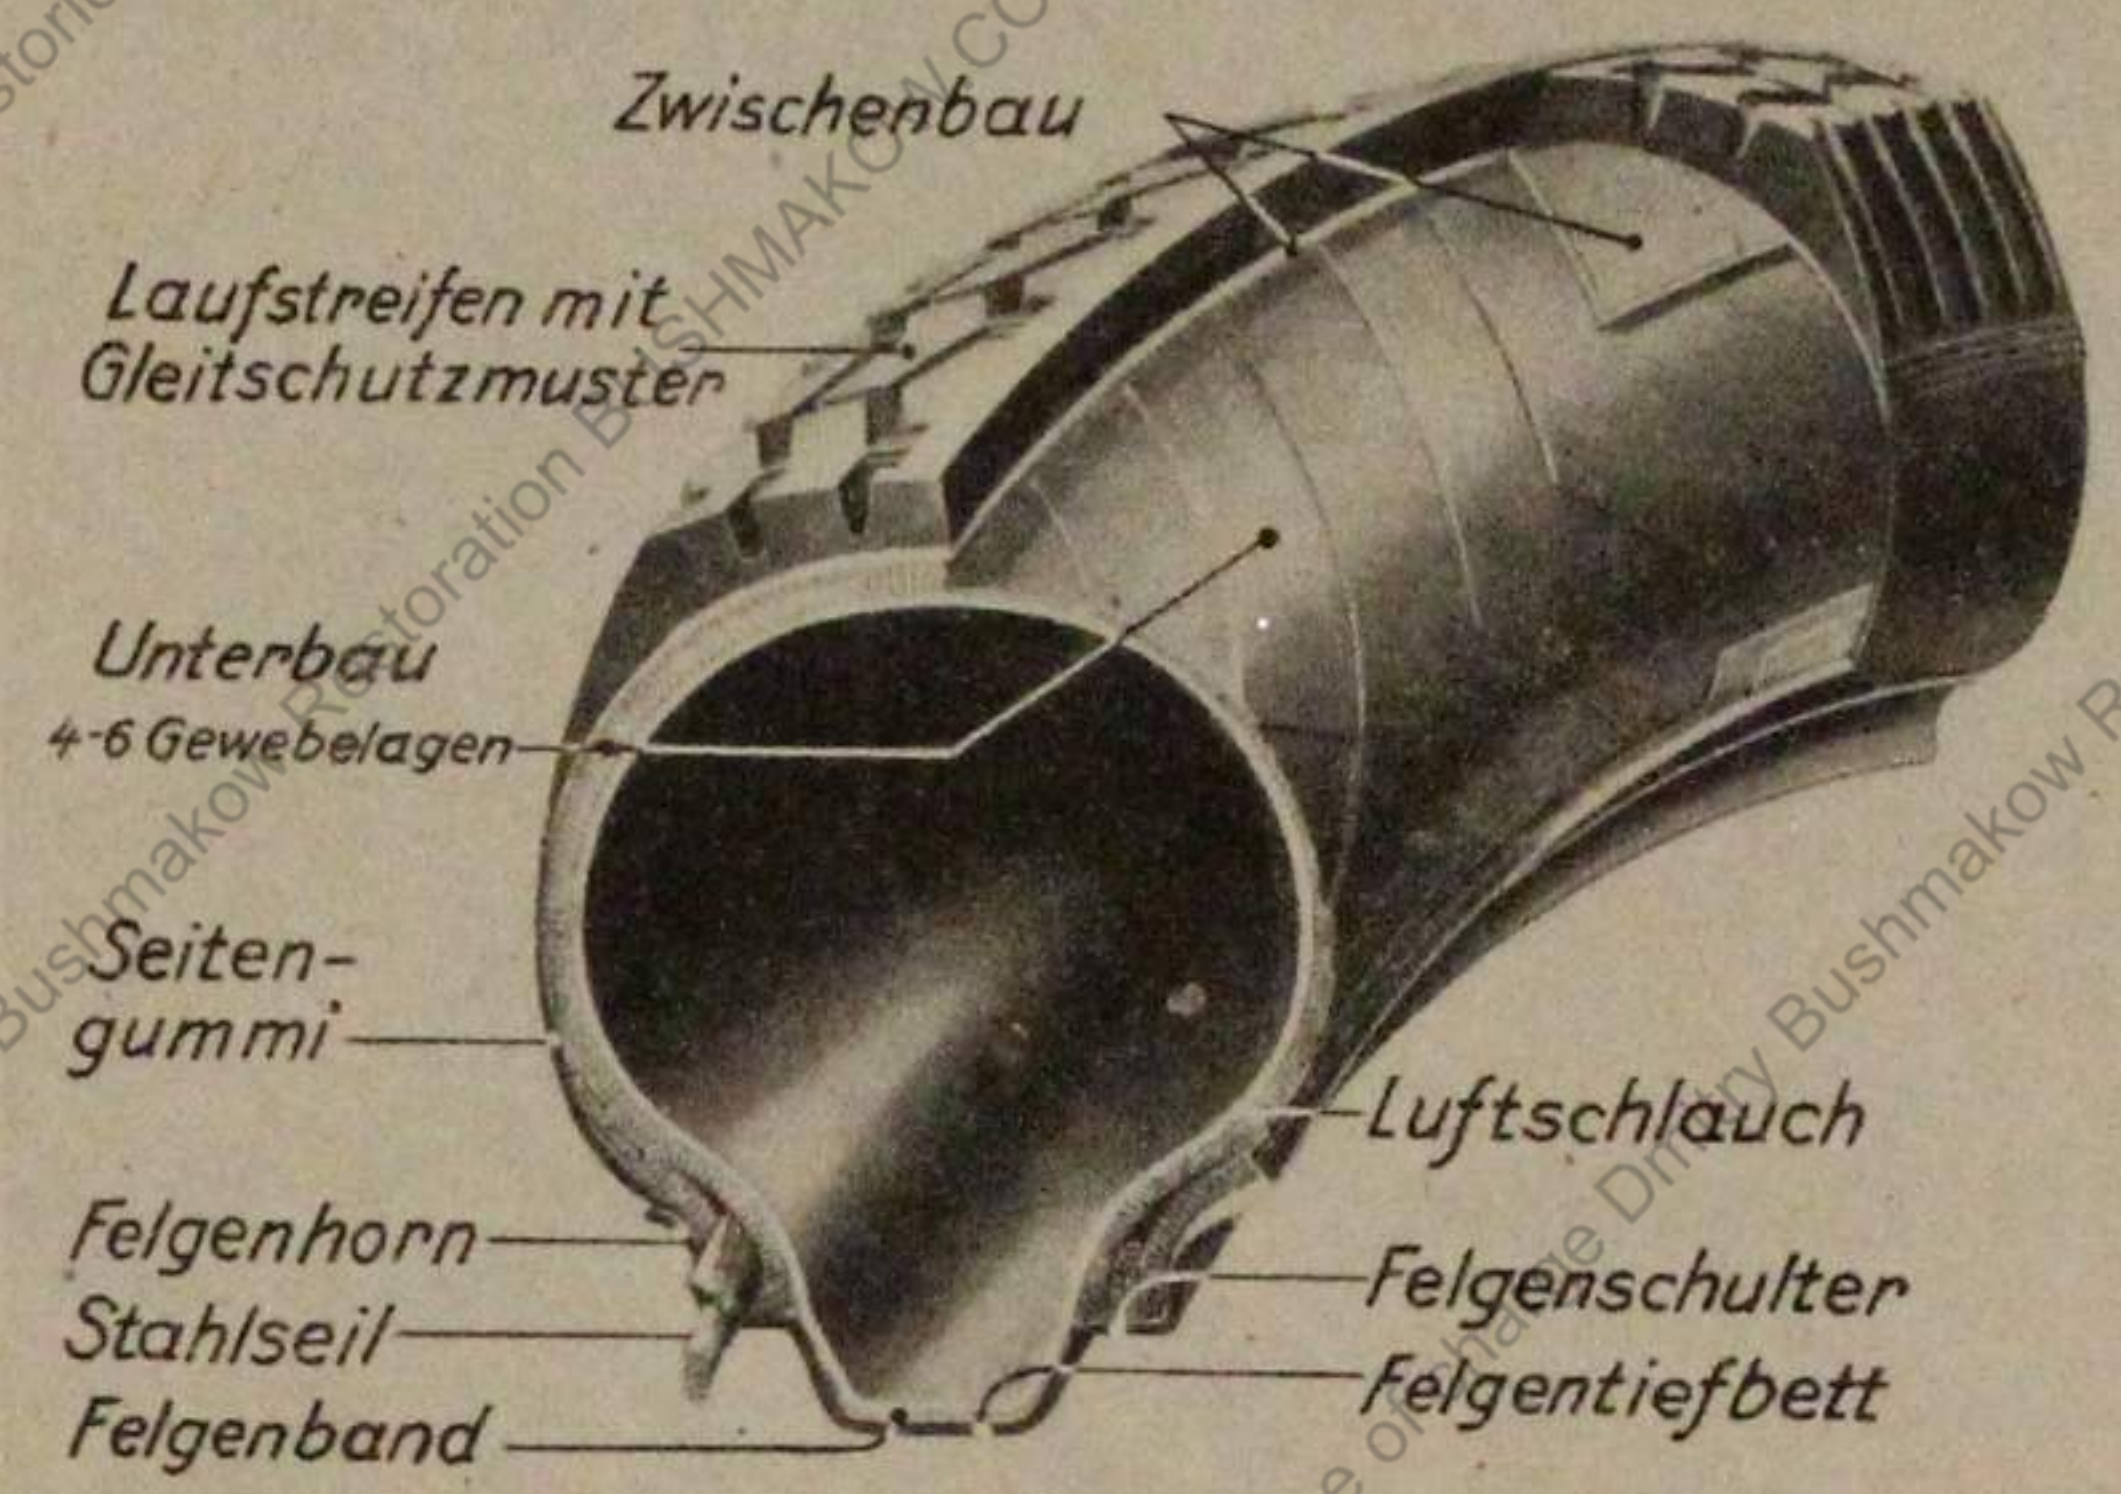

Bild 1
5. Teile der Bereifung (Bild 1 und 2)